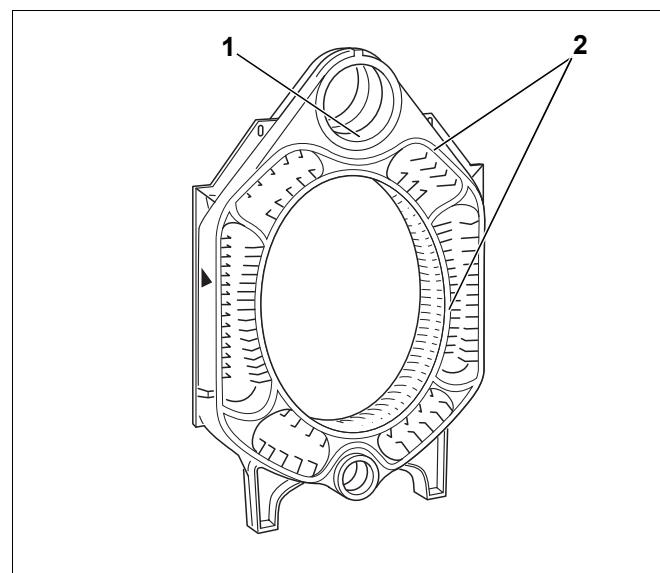

Fig. 17 Preparare l'elemento intermedio
- ▶ Spennellare uniformemente con l'ermetizzante le superfici a tenuta ermetica dei mozzi (fig. 17, [1]).
- ▶ Cospargere di collante (primer) le molle di tenuta (fig. 17, [2]).